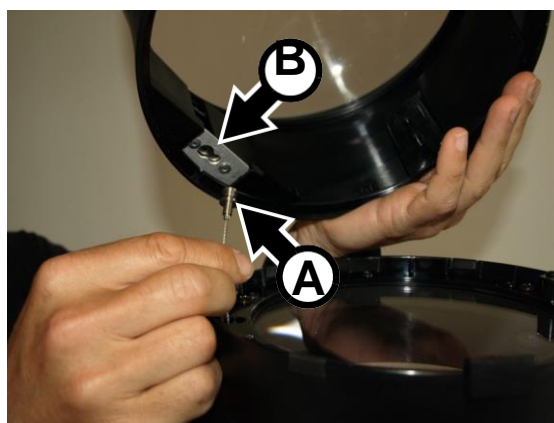

Рисунок 8
15. См. рисунок 8. Удерживать линзу Veat поверх установочного кольца. Поднять конец крепления страховочного троса линзы **A** так, чтобы трос достиг своей точки фиксации **B**, и толкнуть и сдвинуть его таким образом, чтобы закрепить в точке фиксации.